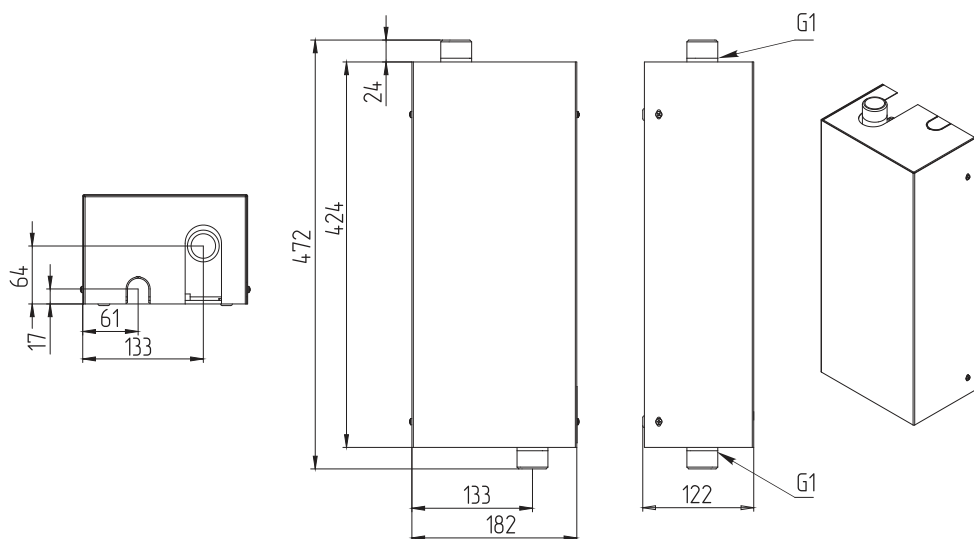
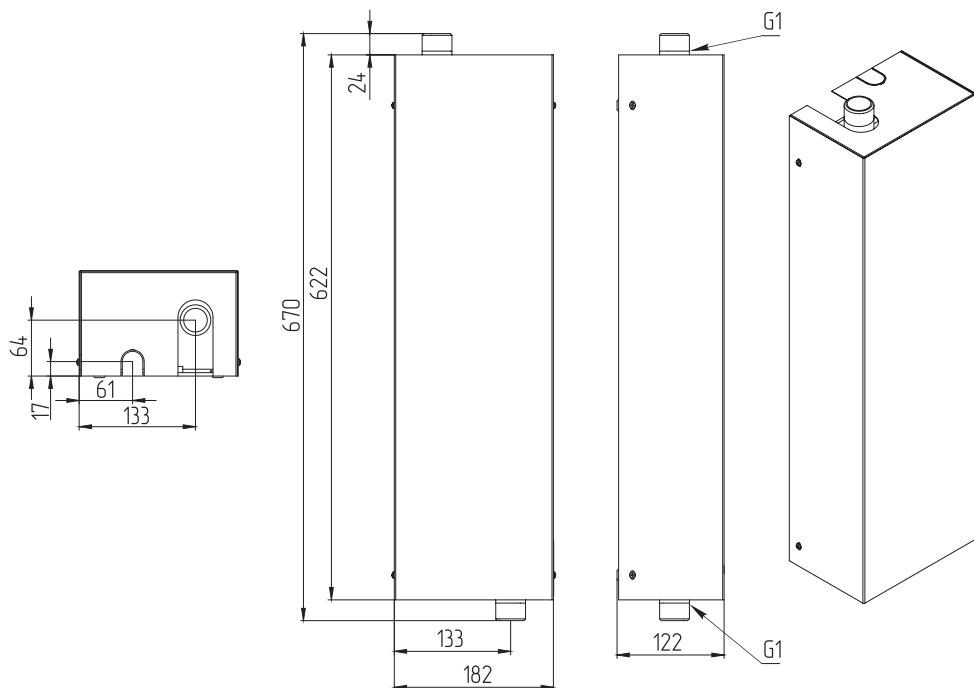

Рис.6 Габаритные размеры котлов ZOTA Econom 3 - 6 кВт
Рис.7 Габаритные размеры ZOTA Econom 7,5 - 15 кВт
- Подсоединить котел к системе отопления. Габаритные и присоединительные размеры котлов указаны на **Рис.6, Рис.7, Рис.8;**